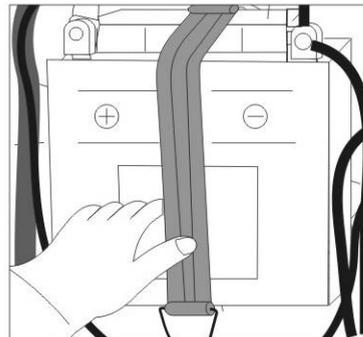

Fig. 42
- 6.3.4 Collegare la cinghia di fissaggio prima al gancio inferiore, poi mantenere saldamente la batteria con una mano, stringere la cinghia e fissarla al gancio superiore. Controllare nuovamente se la batteria è saldamente assicurata (Fig. 42).